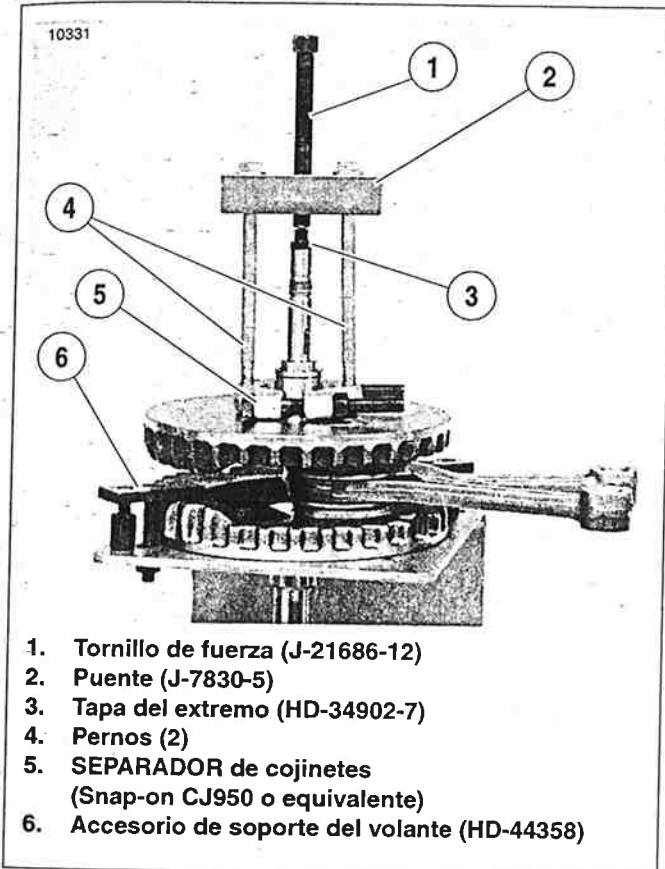

Figura 3-98. Extracción del cojinete interior del eje del piñón
Vea la Figura 3-98. Para extraer la pista interior del eje del piñón, use el SEPARADOR DE COJINETES (herramienta de inventario Snap-on pieza N° CJ950 o equivalente), tres artículos del KIT DEL EXTRACTOR E INSTALADOR DE LA PISTA DEL COJINETE (HD-34902-B): TAPA DEL EXTREMO (HD-34902-7), PUENTE (pieza N° J-7830-5) y TORNILLO DE FUERZA (pieza N° J-21686-12), y dos pernos. Aplique calor a la pista para facilitar la extracción. Hay cuatro tamaños de cojinetes de piñón disponibles.
10. Vea la Figura 3-98. Saque la pista interior del eje del piñón usando el **SEPARADOR DE COJINETES** (herramienta de inventario Snap-on pieza N° CJ950), tres artículos del **KIT DEL EXTRACTOR E INSTALADOR DE LA PISTA DEL COJINETE (HD-34902-B)**: **TAPA DEL EXTREMO (HD-34902-7)**, **PUENTE** (pieza N° J-7830-5) y **TORNILLO DE FUERZA** (pieza N° J-21686-12), y dos pernos. Aplique calor a la pista para facilitar la extracción.